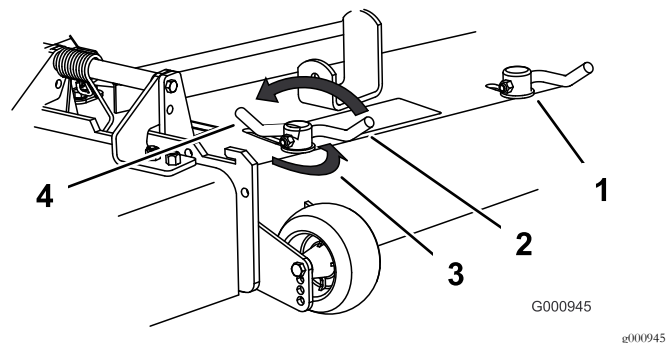

Figura 23
- Para ajustar los bloqueos de leva, levante la palanca para aflojar el bloqueo de leva (Figura 23).
- Devuelva la palanca a su posición original para apretar el deflector y los bloqueos de leva (Figura 23).